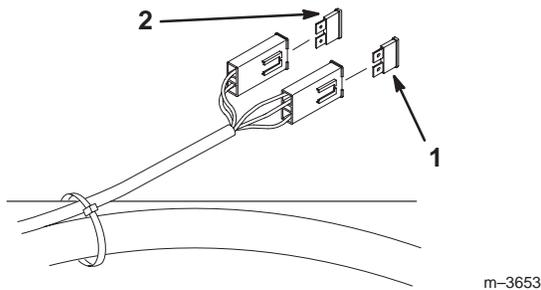

Figure 70
2. Pour remplacer un fusible, tirez dessus pour l'enlever (Fig. 70).